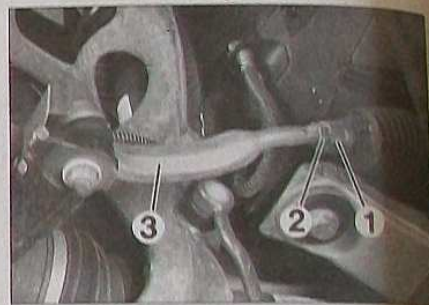

FIG.5
Le parallélisme se règle par l'allongement ou le raccourcissement symétrique de la longueur des biellettes de direction (1), en les tournant par leur empreinte hexagonale, après avoir desserré les contre-écrous (2) des rotules de direction (3) (Fig.5).